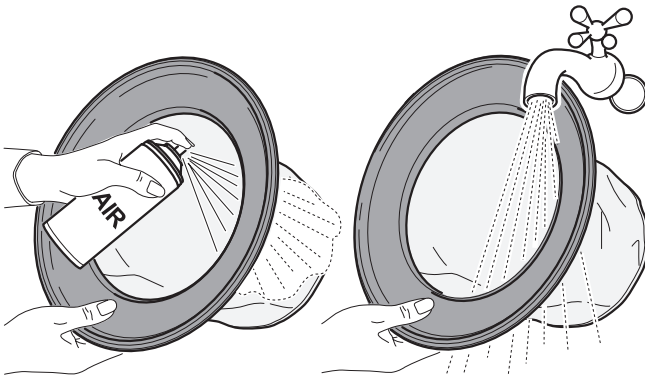

Fig. 13
- Очистить фильтр (Рис. 13) изнутри по направлению наружу с помощью струи воздуха; можно вымыть фильтр (Рис. 13) в теплой воде и снова установить его только после полного высыхания; при чрезмерном загрязнении фильтра следует заменить его